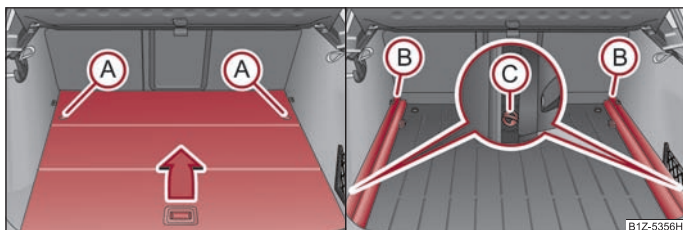

Abb. 75 Kofferraum: Variablen Ladeboden ausbauen / Tragschienen ausbauen
- Entriegeln Sie den variablen Ladeboden durch Drehen der Sicherungsösen (A) ⇒ Abb. 75 nach links um ca. 90°.
- Entriegeln Sie die Tragschienen (B) durch Drehen der Aufsteck-Befestigungsösen (C) nach rechts um ca. 90°.